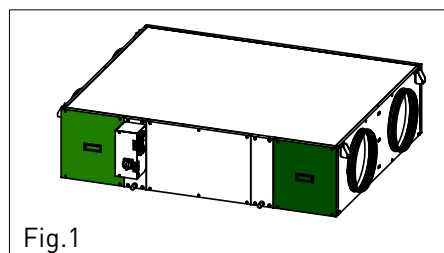

Fig.1
1. Dévisser les 5 vis réparties autour du couvercle de l'armoire électrique (Fig.1).
2. Retirer le panneau latéral du récupérateur (fig.1).
1. L'accès aux filtres se fait en retirant les deux panneaux latéraux situés du même côté que l'armoire électrique (Fig.1).
- Desserrer les vis qui maintiennent le panneau latéral. Avant de libérer le panneau, s'assurer qu'il est bien soutenu par l'opérateur, l'empêchant de tomber (Fig.1).
- Retirer le panneau d'accès du ventilateur concerné (Fig.1).